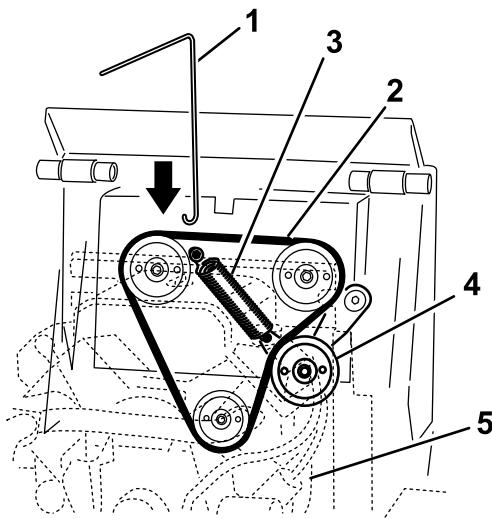

図 52
4. 図 52のように、スプリング取り外しツールのフックをアイドラプーリースプリングのフックに接続し、スタッドからスプリングを外す。